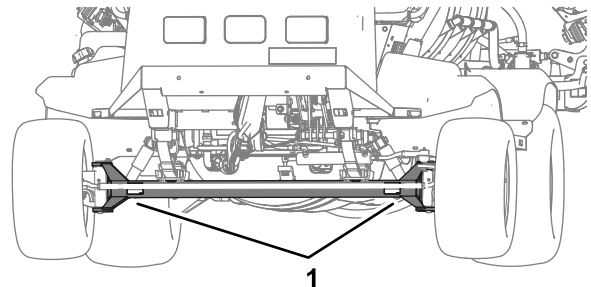
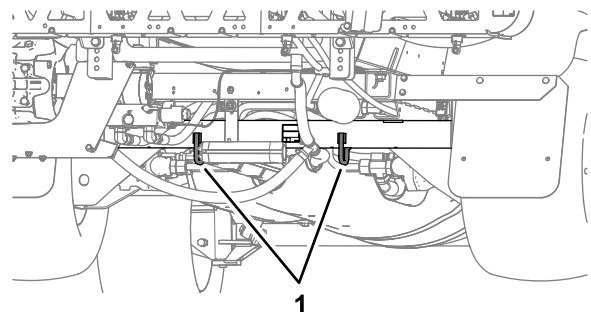

Figure 55
Figure 56
- Arrimez solidement la machine sur le véhicule de transport; la Figure 55 et la Figure 56 montrent les points d'attache de la machine.